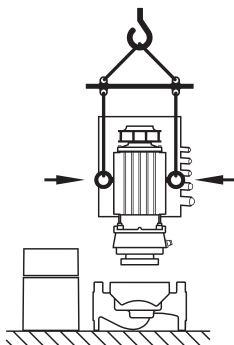

Fig. 9: Přeprava motoru
- Je-li to potřeba, např. při opravě, lze přepravní oka z příruby motoru přemístit na skříň motoru (viz např. Fig. 9). Před montáží přepravních ok na skříň motoru, vyšroubujte z otvorů pro přepravní oka (Fig. 7, pol. 20b) distanční vložky (viz kapitulu 10.2.1 „Výměna mechanické ucpávky“ na straně 49).
- Pokud budou nebo již byla přepravní oka přemístěna z příruby motoru a byla namontována na skříni motoru, smějí být tato oka použita pouze k přenášení nebo přepravě zásuvné sady (Fig. 9), nikoli však k přepravě celého čerpadla a rovněž nikoli k oddělení zásuvné sady od pláště čerpadla.